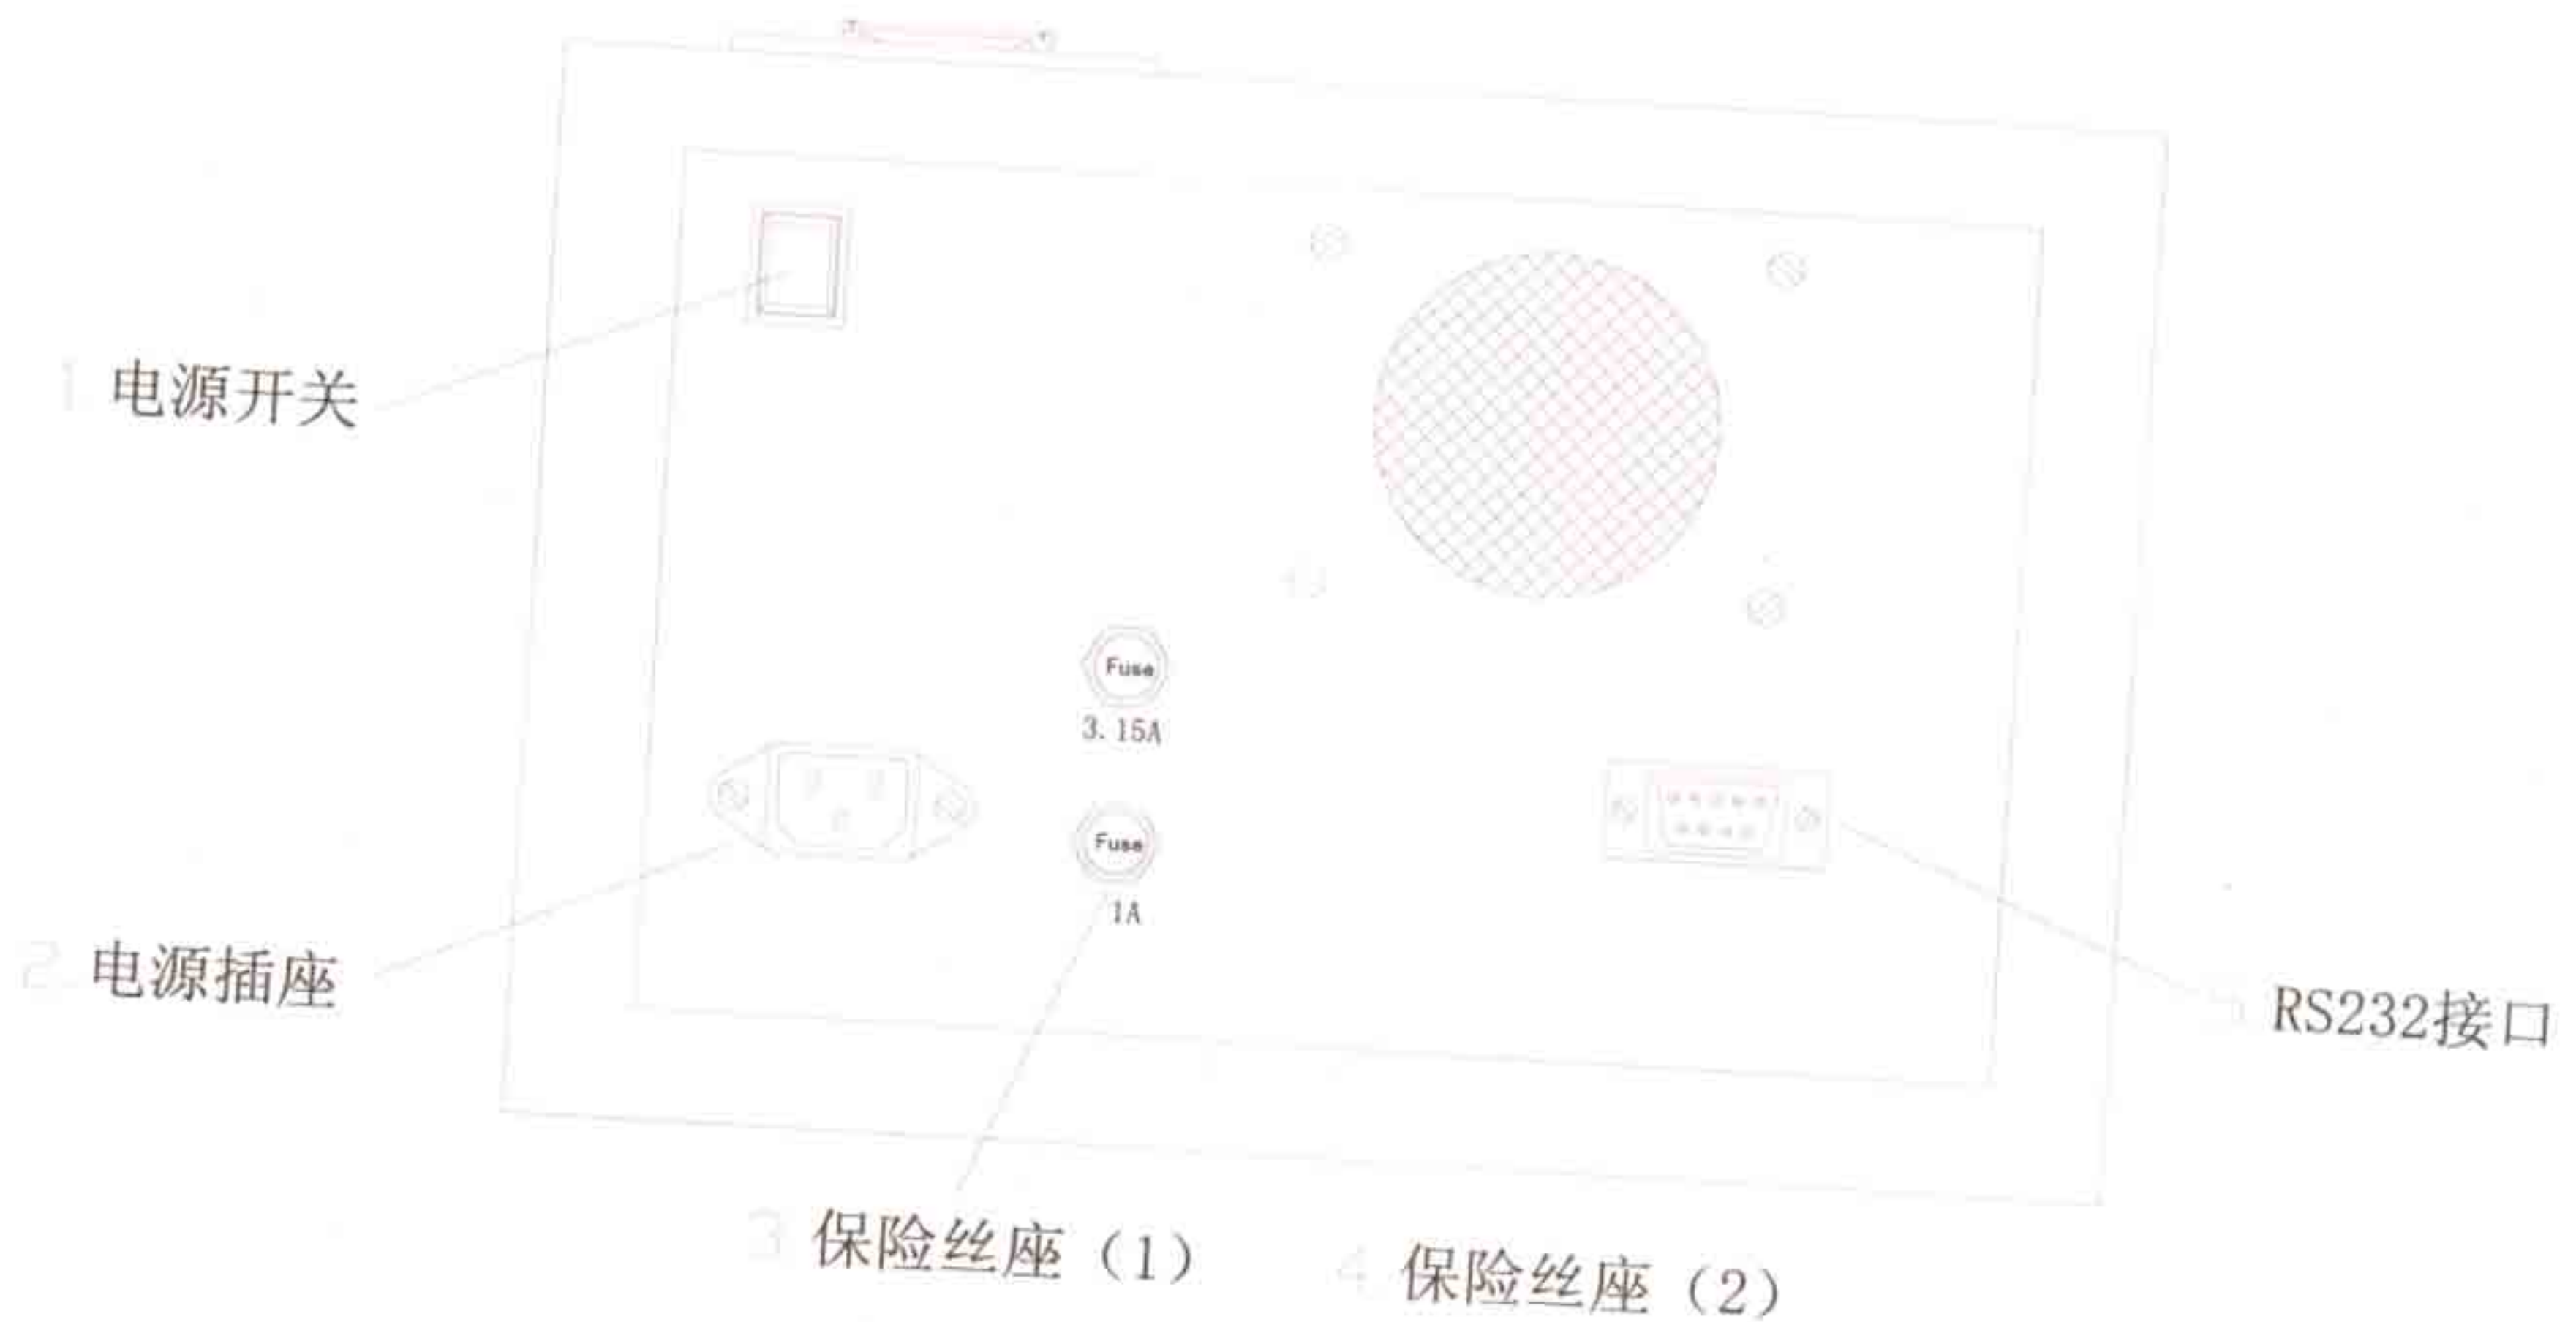

图 6
4. 仪器后视图见图 6
1. 开启电源开关 (见图 6), 显示上一次起始温度及升温速率。稳定 20min。此时, 光标将停止在“起始温度”第一位数字, 用户可通过键盘修改起始温度, 并按“”键表示确认, 若起始温度不需修改可直接按“”键, 此时光标跳至“升温速率”第一位数字。